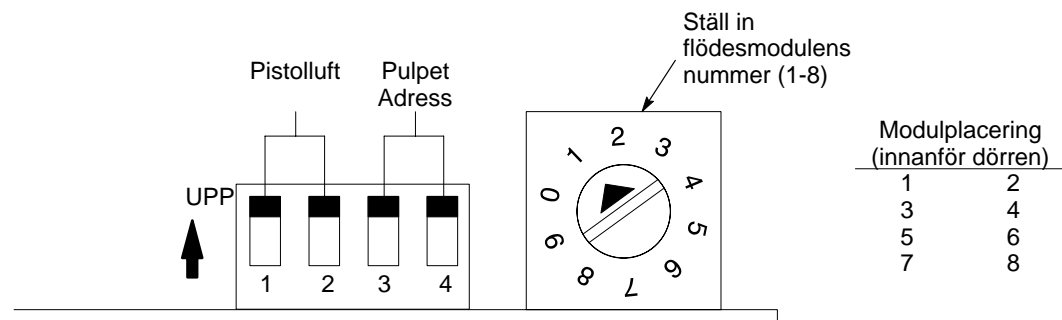

Bild 3-6 Moduladress iFlow
Se bild 3-6 och tabell 3-3.
3. Ställ in vridomkopplaren på varje modul till rätt modulnummer. Modulerna är numrerade så som visas i modulplaceringskissen i bild 3-6.